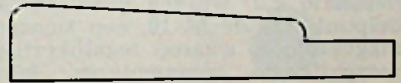

Fig. 3b
Dezelfde werkwijze volgen als bij de witte toetsen, nu echter fig. 2 opplakken. Dus weer met papier en al uitzagen, strak opvijlen en gaatjes boren. Nu komt het moeilijkste werkje, n.l. het rondmaken van de bovenzijde en het afronden van de hoeken A en B (fig. 3b). Dit kan het beste in drie etappes gebeuren.
2. Hoeken afronden (zie fig. 3b).